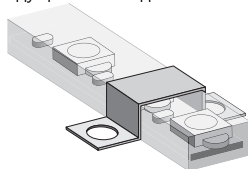

Рис. 5. Монтаж светодиодной ленты.
- **Монтаж светодиодной ленты.** Монтаж светодиодной ленты NLS-3528-IP67-220V на несущую поверхность необходимо производить при помощи монтажных скоб NLSC-sip-3528-220 для крепления СД ленты 3528-IP67-220 как показано на Рис. 5.